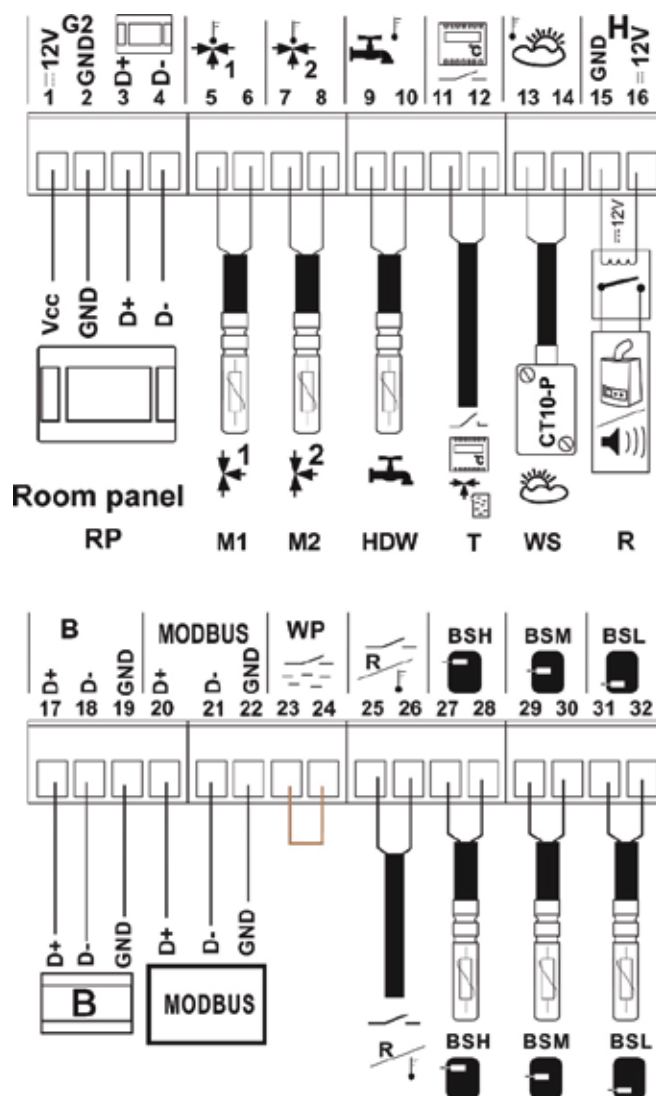

Figura 19. Schema elettrico di collegamento delle sonde e del pannello ambiente
Collegare la sonda esterna corrispondente ai morsetti indicati nel quadro elettrico (vedi figura 19) e posizionare l'elemento di misura nel punto desiderato dell'impianto di riscaldamento. Il cavo della sonda non deve entrare in contatto con superfici calde della caldaia o dell'impianto, e deve essere fissato in modo sicuro per evitare strappi.
Il collegamento avviene mediante un cavo con sezione minima di 0,5 mm² e lunghezza massima di 25 m. La polarità dei conduttori non è rilevante. L'estremità libera del cavo va collegata ai morsetti 13-14 (vedi figura 19) sul lato sinistro del quadro del regolatore.
- Collegare la sonda di temperatura del MIXER sul lato sinistro del quadro del regolatore (vedi figura 19).
Collega il termostato ai morsetti 11-12 (figura 19) sulla parete sinistra del quadro di controllo del regolatore. Dopo l'installazione, è necessario abilitare il termostato ambiente per il controllo dei circuiti di riscaldamento miscelati nel menu: